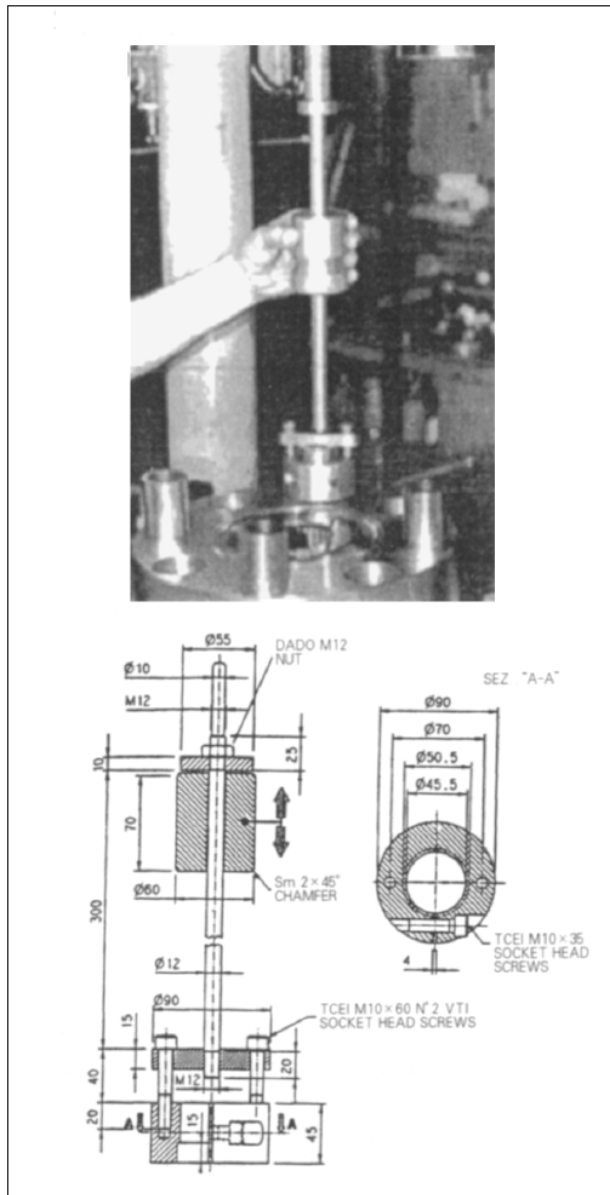

Рис. 89
27. Используя приспособление, извлеките втулку из ступицы. Рис. 89.